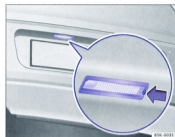

Fig. 175 Dans le pare-chocs arrière : feu de plaque de police.
2. Appuyez dans le sens de la flèche dans l'évidement du feu de plaque de police avec le tournevis ⇒ fig. 175.